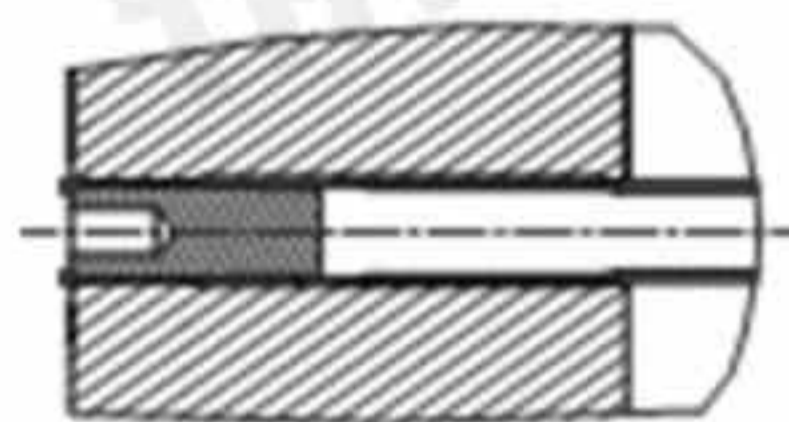

图 6-1
① 如果换热管管口完整无损，仅是管子内部泄漏时，则不必完全铰去管口区域的管壁，可直接用堵头堵住管口，按图6-1焊接即可。堵前先铰孔，以达到合适的配合尺寸。